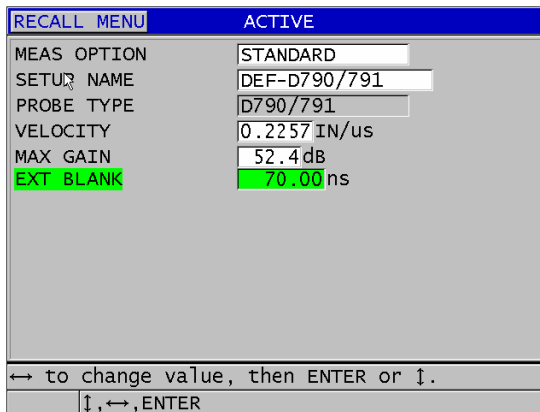

図 12-2 アクティブ画面の例
7. アクティブ画面で、以下の操作を行います（232 ページの図 12-2 参照）：